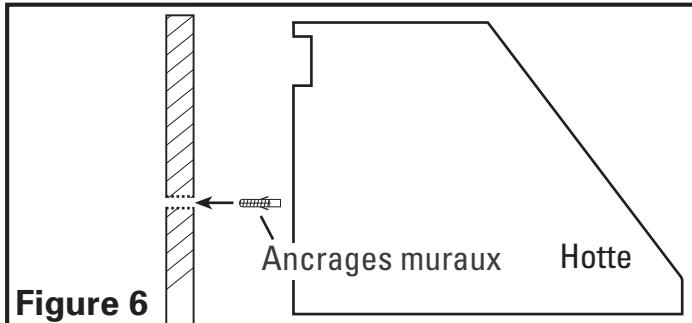

Figure 6
- Installez les ancrages muraux en perçant des trous aux emplacements marqués sur le gabarit pour ensuite installer les ancrages en place. Une méthode alternative est de faire reposer la cavité à l'arrière de la hotte sur la bande de bois et de marquer les emplacements de perçage sur le mur pour les ancrages muraux au bas de l'arrière de la hotte puis de retirer la hotte et d'installer les ancrages muraux (Figure 6).